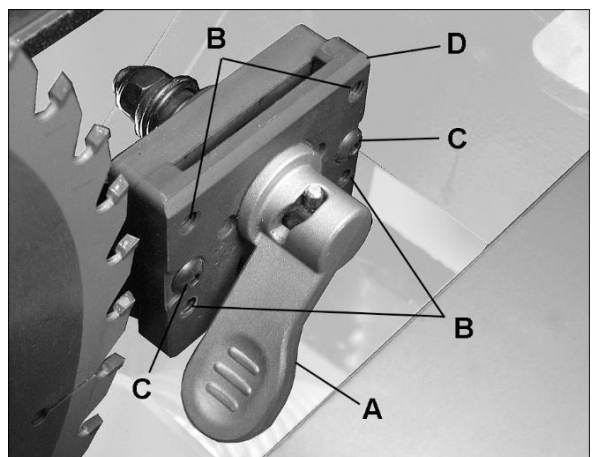

Рис. 8-7
1. Потяните рычаг (A, рис. 8-7) и снимите раскливающий нож, запомнив, в каком направлении следует выравнивать его по отношению к пильному диску.
2. При помощи 3 мм шестигранного ключа отрегулируйте четыре установочных винта (B, рис. 8-7). Отрегулируйте любой из установочных винтов, который приведет к выравниванию раскливающего ножа и пильного диска.
3. Снова установите раскливающий нож, закрепите его, затянув рычаг (A) и проверьте выравнивание, как сказано в шаге 2.
3. При помощи 3 мм шестигранного ключа ослабьте два винта с внутренним шестигранником (С, рис. 8-7). Это позволит крепежной пластине (D) сдвигаться вперед-назад на зафиксированном основании. Постарайтесь сделать зазоры максимально равными.